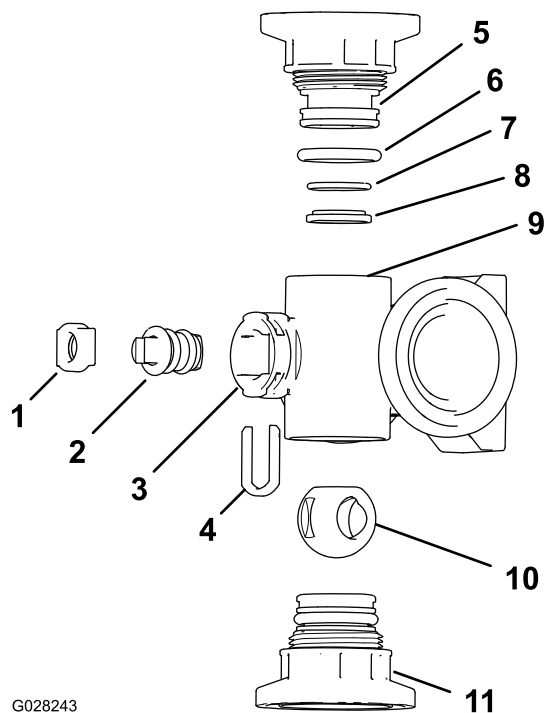
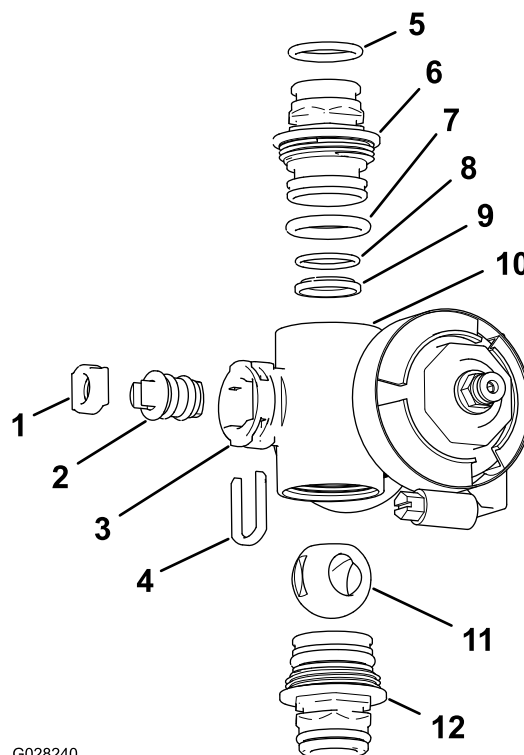

Bild 123
Bild 124
2. Nehmen Sie die zwei Endkappen-Anschlussstücke von jedem Ende des Verteilergehäuses ab (Bild 123 und Bild 124).
- Nehmen Sie den Schafthalter aus den Schlitzen im Schaftanschluss im Verteiler heraus (Bild 123 und Bild 124).
- Nehmen Sie den Schafthalter und den Ventilschaftsockel aus dem Verteiler heraus (Bild 123 und Bild 124).
- Fassen Sie in das Verteilergehäuse und nehmen Sie den Ventilschaft heraus (Bild 123 und Bild 124).
1. Überprüfen Sie den Zustand der O-Ringe des Auslaufanschlusstücks (nur Abschnittventilverteiler), der Endkappen-O-Ringe, der hinteren O-Ringe und den Kugelsockel auf Beschädigungen oder Abnutzung (Bild 123 und Bild 124).
2. Tragen Sie Silikonfett auf den Ventilschaft auf und setzen ihn in den Ventilschaftsockel (Bild 123 und Bild 124) ein.
3. Setzen Sie den Ventilschaft und den Sockel in den Verteiler und befestigen Sie den Schaft und den Sockel mit dem Schafthalter (Bild 123 und Bild 124).
4. Stellen Sie sicher, dass die hinteren O-Ringe und der Kugelsockel ausgefluchtet sind und im Endkappen-Anschlussstück sitzen (Bild 123 und Bild 124).
5. Bringen Sie das Endkappen-Anschlussstück am Verteilergehäuse an, bis der Flansch des Endkappen-Anschlussstücks das Verteilergehäuse berührt, drehen Sie dann das Endkappen-Anschlussstück um eine weitere Achtel- bis Viertelumdrehung (Bild 123 und Bild 124).